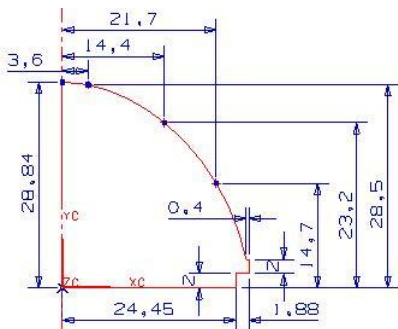

图4-37
3. 在【成形特征】工具条中单击【草图】按钮, 弹出【基准平面】悬浮工具条, 然后依次单击【ZC-XC】和【确定】按钮进入二维草图界面, 绘制图 4-37 所示的草图轮廓。